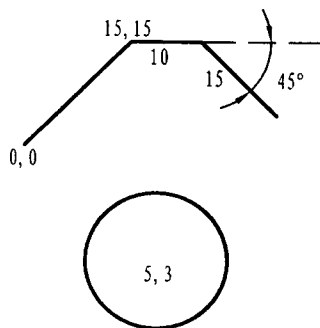

图 1-2 AutoCAD 绘图举例
(2) 交互式软件。通用绘图软件多为交互式,如 AutoCAD。使用该软件时用户可按交互对话方式指挥计算机。这种软件简单易学,不需要太多的其它基础知识。目前,计算机通用绘图软件很多,使用方式大同小异,这里仅以目前应用最为广泛的 AutoCAD 软件为例,列举几个简单的例子,如图 1-2 所示。AutoCAD 的交互方式是在提示行处于命令(Command:)状态时,由用户输入一个命令,计算机即提示输入坐标点等,例如: